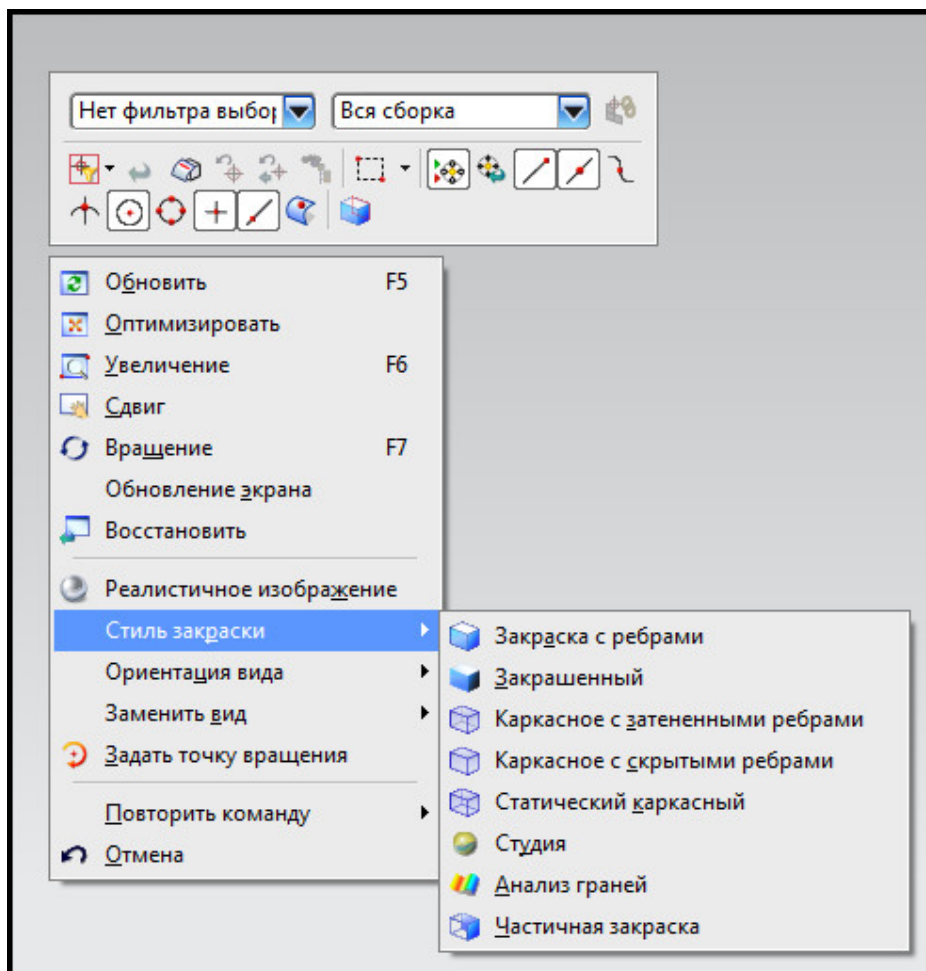

Рис. 1.53. Контекстное меню отображения геометрии
2. Воспользоваться контекстным меню в главном окне (рис. 1.53).